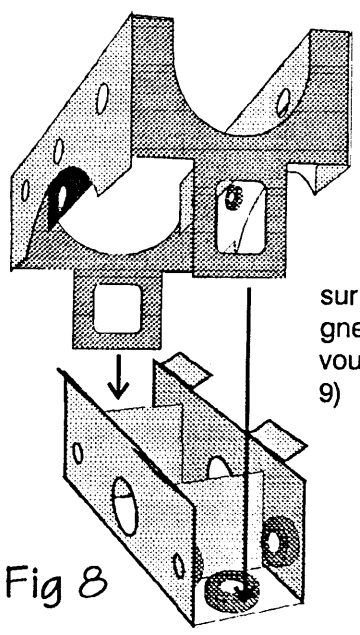

Fig 8
2.1 : Soudez le premier ensemble sur le second en veillant au parfait alignement, les échancrures et les pattes vous guiderons efficacement. (Fig 8 et 9)